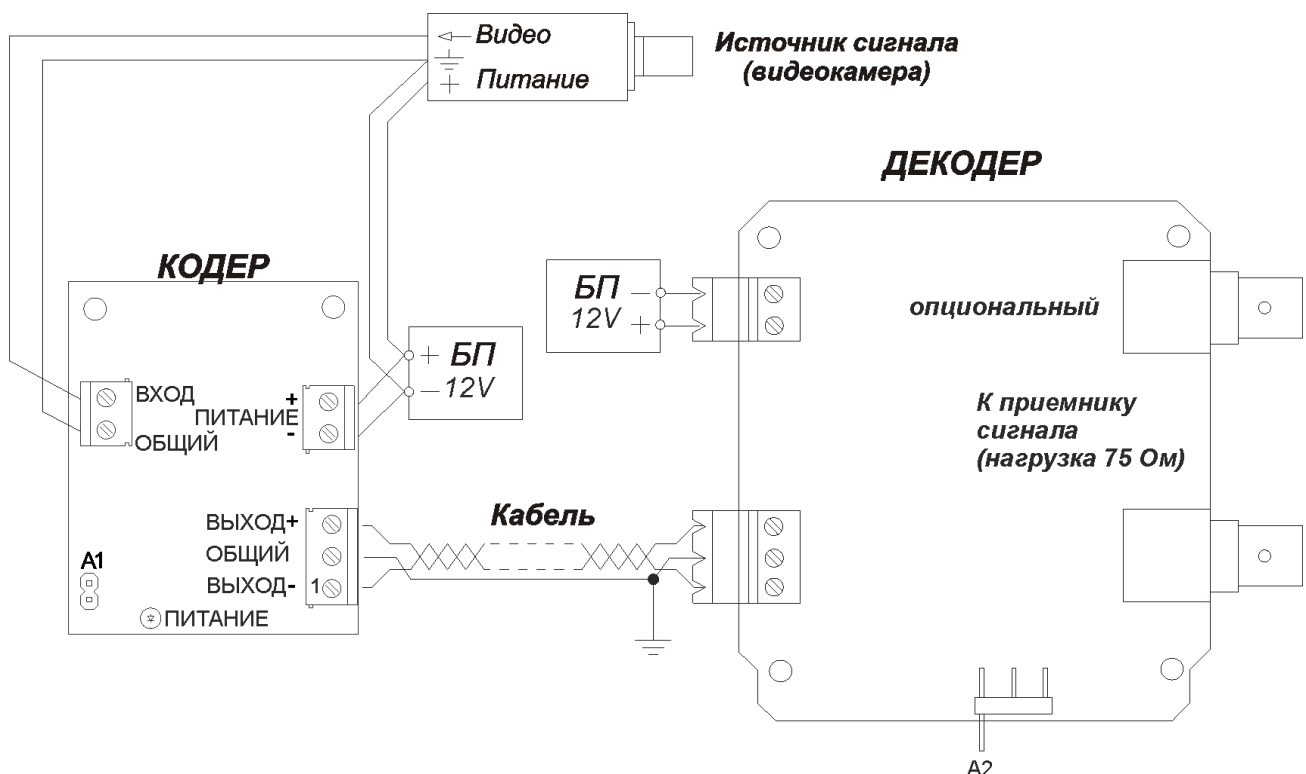
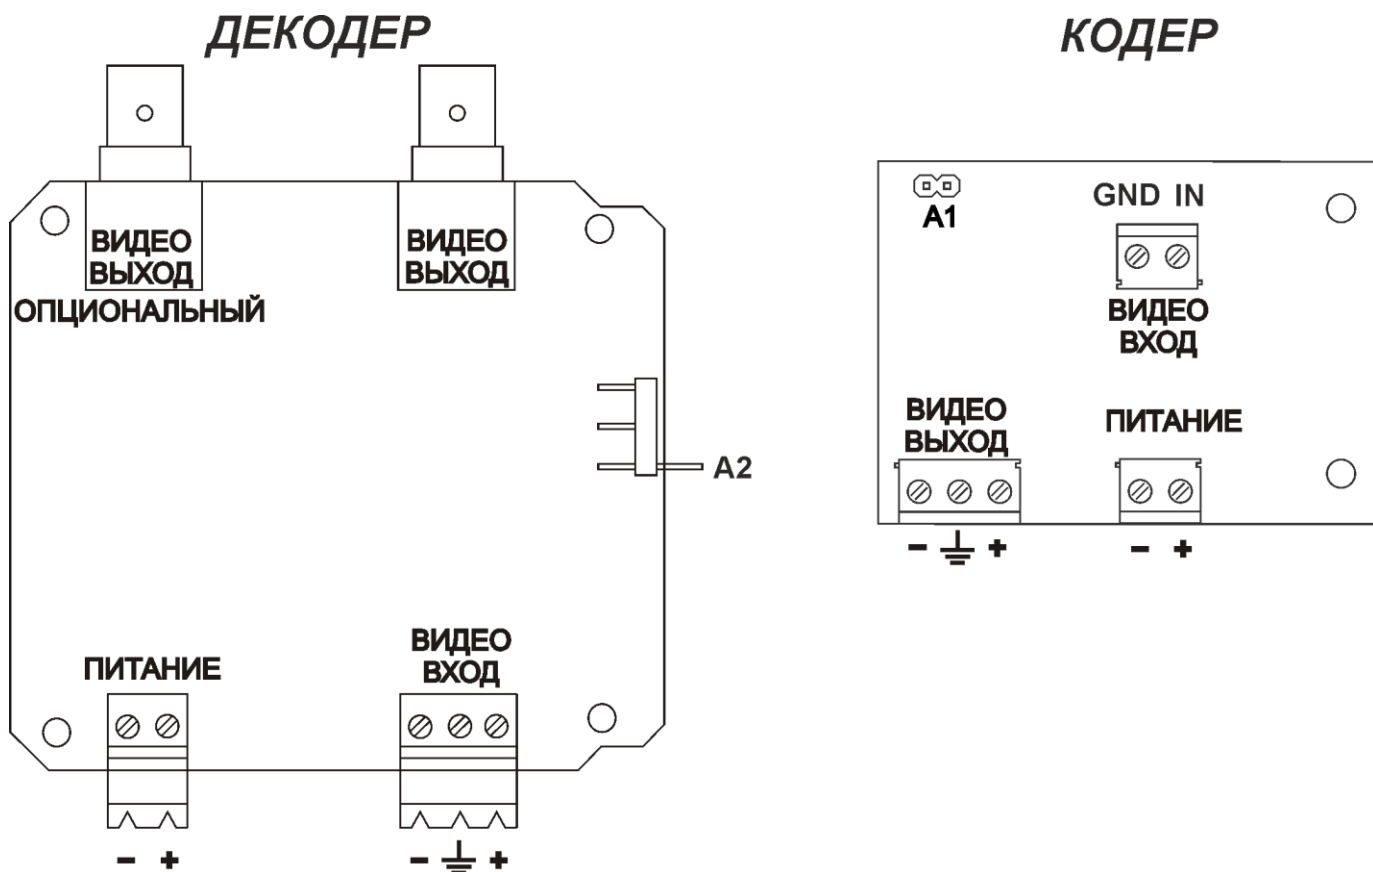

Рис.1 Схема подключения комплекта TWIST 4K
Рис.2 Расположение органов управления и подключения на кодере и декодере
2. Соединение кодера и декодера по цепи «Линия» должно производиться выделенной симметричной витой парой, изолированной от всех других проводов, а также от любых металлических конструкций. Пример соединения комплекта показан на рис.1. Топология соединения – точка-точка (без ответвлений и висячих концов).
СИГНАЛЬНОЕ ЗАЗЕМЛЕНИЕ ОБЩЕГО ПРОВОДА ЛИНИИ СВЯЗИ ДОЛЖНО ВЫПОЛНЯТЬСЯ В ОДНОЙ ТОЧКЕ СО СТОРОНЫ ДЕКОДЕРА (средний контакт трёхконтактного разъема, рис.1а) **ПРОВОДОМ ДИАМЕТРОМ НЕ МЕНЕЕ 0.7мм!**
2. Убедитесь, что напряжение источников питания соответствует п.1 раздела «Основные технические характеристики». Подключите комплект к линии связи и цепям питания согласно рис.1 и рис.2. Подайте питание на комплект и убедитесь, что зеленые светодиоды на платах кодера и декодера зажглись.